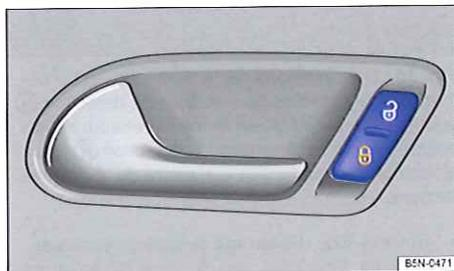

Fig. 28 Dans la porte du conducteur : touche de verrouillage centralisé.
Le cas échéant, le véhicule se verrouille automatiquement à partir d'une vitesse de 15 km/h (10 mph) ⇒ page 29. Lorsque le véhicule est verrouillé, le témoin de contrôle Ⓟ intégré à la touche de verrouillage centralisé s'allume ⇒ fig. 28 en jaune.
Si vous actionnez plusieurs fois de suite et en l'espace d'un court instant les touches intégrées à la clé du véhicule => fig. 26 ou => fig. 27 ou l'une des touches de verrouillage centralisé => fig. 28, le verrouillage centralisé se désactive
Appuyez sur la touche ⇒ fig. 28 :
- Le témoin de contrôle  intégré à la touche s'allume en jaune ⇒ fig. 28 lorsque toutes les portes sont fermées et verrouillées.
Si vous arrêtez le véhicule et que vous retirez la clé lorsque le déverrouillage automatique est activé ⇒ page 53 ou que vous appuyez sur la touche  ⇒ fig. 28, le véhicule se déverrouille.